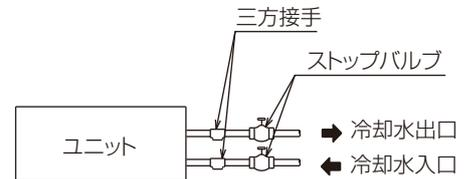

図 3
- ・ ストップバルブと水側熱交換器洗浄のための三方接手を冷却水出入口配管に取付けてください。(図 3)